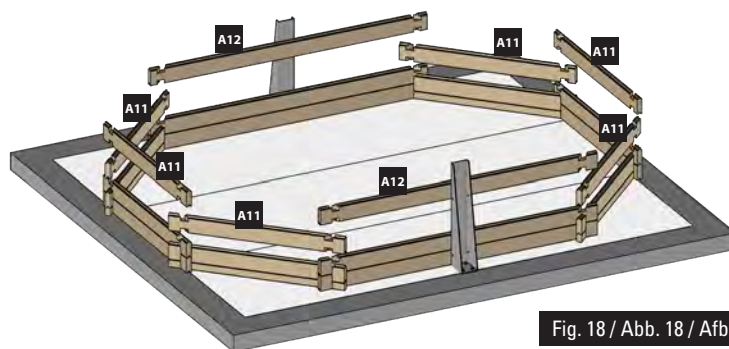

Fig. 18 / Abb. 18 / Afb. 18
3rd LAYER OF BOARDS: Install the third layer of boards as shown in figure 18. The position of the refilling fitting with the key and the skimmer should be defined at the start of the assembly (read the specific paragraphs).
3ÈME RANGÉE MADRIERS : Positionnez les madriers de la 3ème rangée conformément à la figure 18. Vous devez avoir déterminé l'emplacement de la buse de refoulement et du skimmer dès le début du montage (voir paragraphes spécifiques).
3. BRETTERRIHE: Platzieren Sie die Bretter der dritten Reihe laut Abb. 18. Zu Beginn der Montage müssen Sie die Lage des Druckventils und des Skimmers festlegen (lesen Sie hierzu die entsprechenden Abschnitte).
3ª RIJ PLANKEN: Plaats de planken van de derde rij zoals te zien is op afbeelding 18. U moet al bij aanvang van de montage bepalen op welke plaats het uitstroommondstuk en de skimmer moet komen (less de betreffende paragrafen).